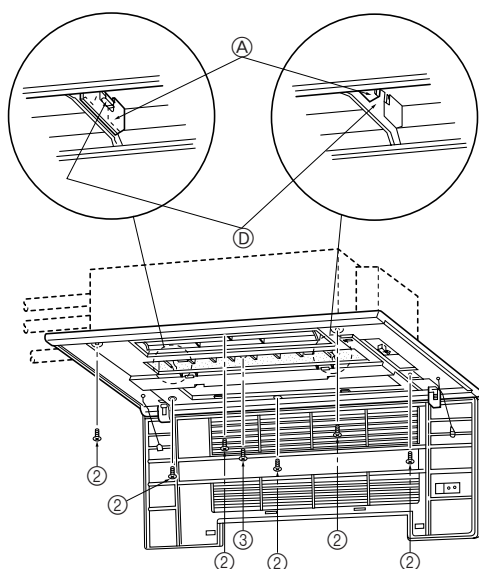
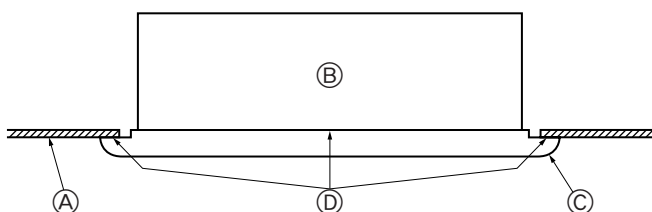

Fig. 5-5
Fig. 5-6
- Ajuste el panel frontal de modo que encaje adecuadamente en el ángulo entre el techo y la pared e instale los pernos de fijación ② (suministrados con esta rejilla) en sus cuatro ubicaciones respectivas a izquierda y derecha, dejándolos ligeramente flojos. (Fig. 5-5)
- A continuación, apriete los pernos de seguridad ② y los tornillos de seguridad ③ en las tres ubicaciones centrales.
- Finalmente, apriete los pernos de seguridad ② en las cuatro ubicaciones a derecha e izquierda.
- Llegados a este punto, asegúrese de que no existan huecos entre la unidad interior y el panel frontal y entre el panel frontal y la superficie del techo. Si existieran huecos, podría penetrar el viento y provocar pérdidas de agua. (Fig. 5-6)
- * Apriete completamente los pernos de seguridad ② y los tornillos de seguridad ③.